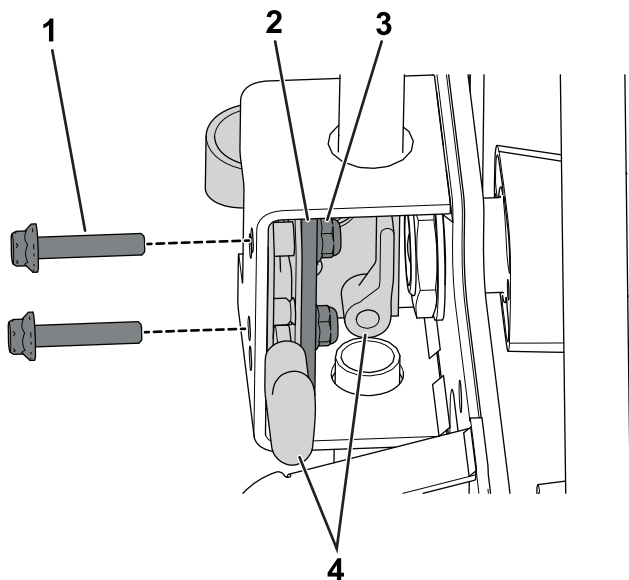

図 1
1. ラッチアセンブリをハンドルマウントに固定しているボルト、サポートプレート、ナットを外す 図 1。
6. ハンドルマウントにラッチアセンブリを取り付けるステップ1で外した金具類を使用する図1を参照。